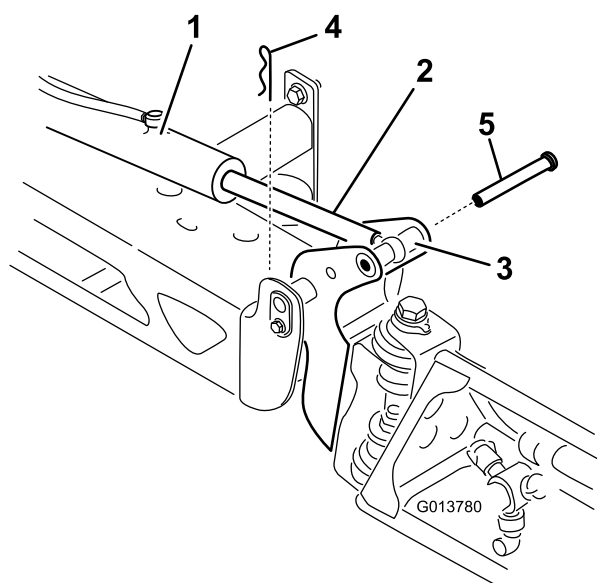

Рисунок 109
2. Извлеките шплинт из оси поворота (Рисунок 109).
3. Поднимите стрелу, извлеките штифт (Рисунок 109) и медленно опустите стрелу на землю.
9. Удерживая стрелу, проденьте штифт сквозь ось поворота стрелы и шток привода (Рисунок 109).